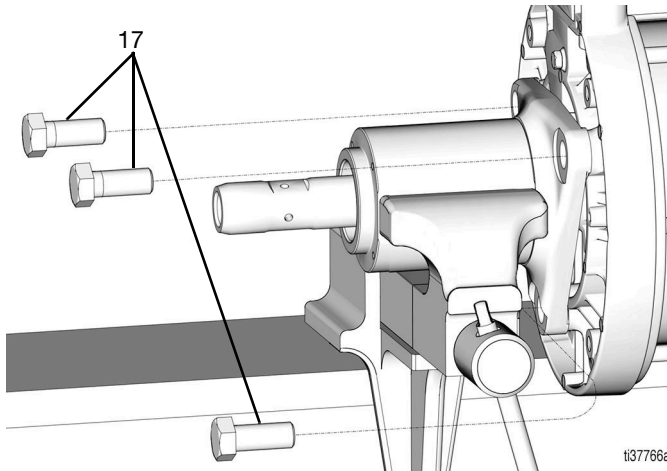

Рис. 14
16. Ослабьте и удалите три болта адаптера выпускного корпуса (17), используя гаечный ключ на 15/16 дюйма (Рис. 14).